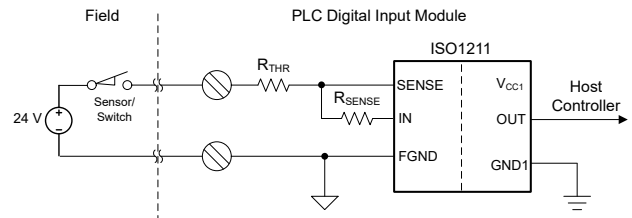

图 2. 带 ISO1211 的数字输入模块的某一通道
德州仪器 (TI) 的 ISO1211-1 通道、ISO1212-2 通道和 ISO1228-8 通道器件为具有集成电流限制功能的隔离式数字输入接收器, 符合 IEC 61131-2 1 类、2 类和 3 类特性标准。ISO1211 适用于通道间隔离, ISO1212 和 ISO1228 适用于多通道隔离。图 2 显示了带 ISO1211 的数字输入模块中某一通道的实施方案。电阻 R_{SENSE} 用于控制限流限值, 而 R_{THR} 用于控制电压转换阈值。 R_{SENSE} 和 R_{THR} 的建议值以及多通道和其他情形的应用电路请参见 ISO121x 产品数据表。ISO121x 通过集成精确的电流限制功能、带迟滞的电压比较器、反极性保护和隔离功能, 从而简化系统设计, 并且无需场侧电源。对于 3 类特性, ISO121x 可将输入电流消耗限制到 2.5mA 以下, 比传统方法低 5 倍。